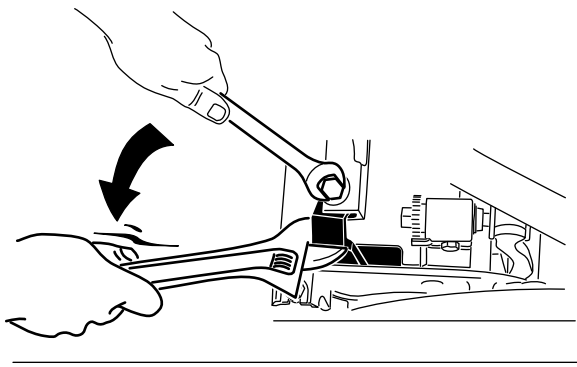

Figure 54
**Remarque:** Lors du serrage des fixations du bras de pivot, utilisez une clé réglable pour maintenir le bras de pivot parallèle à la plaque latérale (Figure 54).